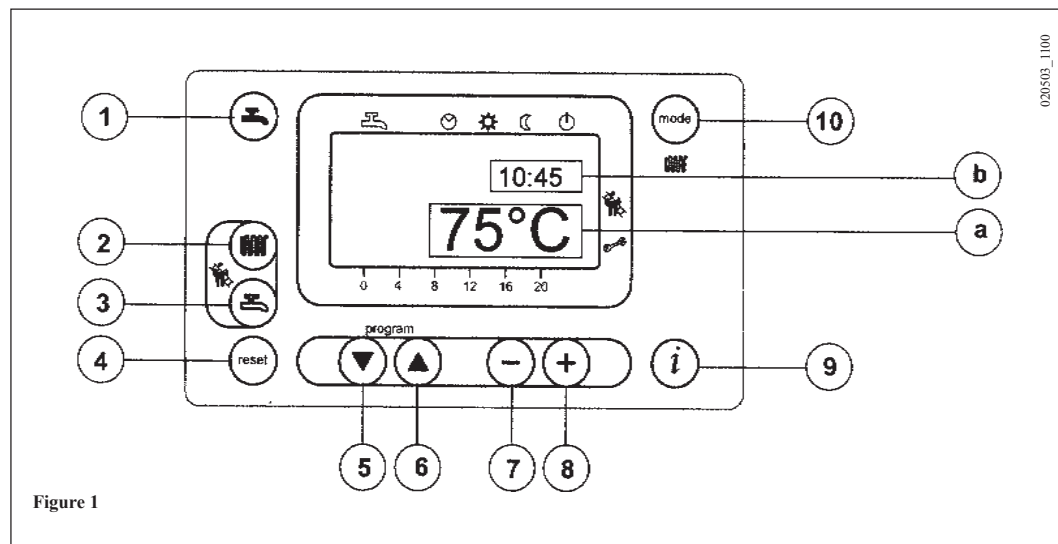
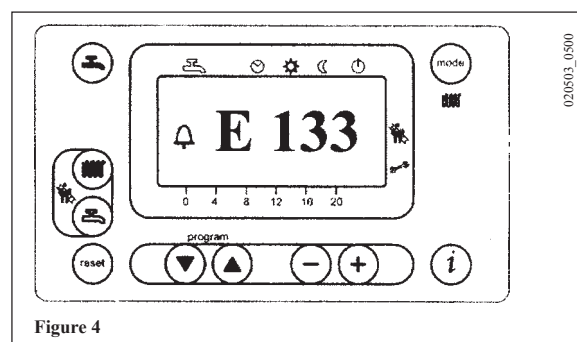

Figure 1
Figure 4
- Appuyer sur la touche  (2- figure1) pour régler la température de l'eau de chauffage;
- Appuyer sur une des deux touches  (1 o 10 - figure1) pour mémoriser et retourner au menu principal.
**N.b** – Avec une sonde externe reliée, à l'aide de la touche  (2 – figure1) il est possible d'effectuer la translation de la courbe de chauffage. Appuyer sur les touches   pour diminuer ou augmenter la température ambiante de la pièce à chauffer.
- Appuyer sur la touche  (3-figure 1) pour régler la température maximum de l'eau en mode sanitaire;
Sur l'afficheur principal (figure 1 a), les signaux d'anomalie et le symbole  (figure 4) apparaissent.